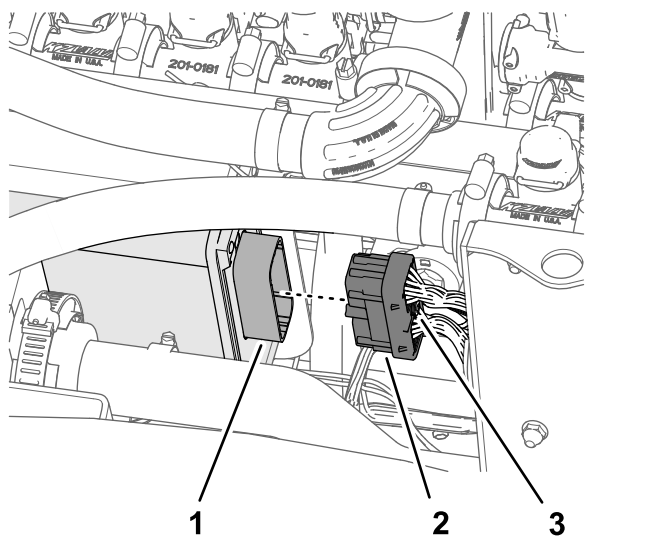

Figura 133
2. Inserte el conector hembra de 40 vías de la rama de 102 cm del arnés de cables del kit en el conector de 40 pines del controlador de fumigación del ASC 10 (Figura 133).
3. Enrosque a mano el tornillo moleteado del conector hembra de 40 vías en el conector ASC 10 (Figura 133).